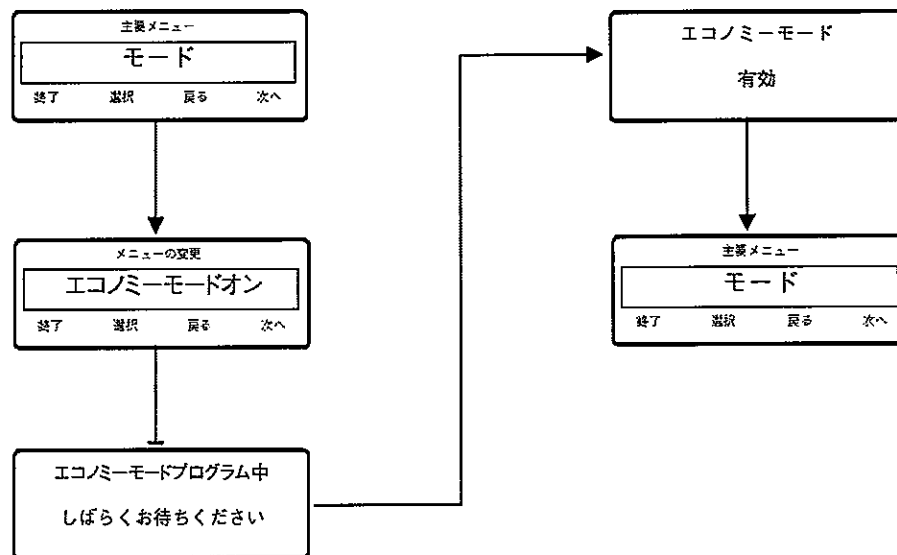
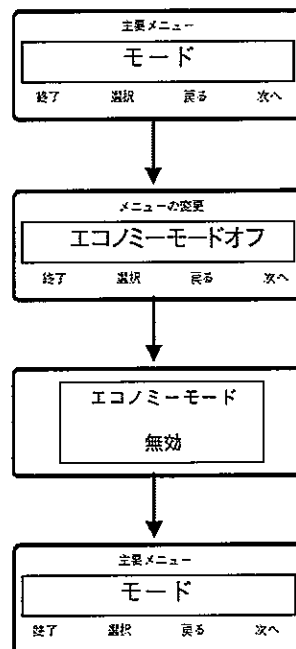

図48：エコノミー・モードの始動
図49：エコノミー・モードの停止
4. モード・メニューに入るには、選択ソフト・キーを押します。図48および図49を参照してください。